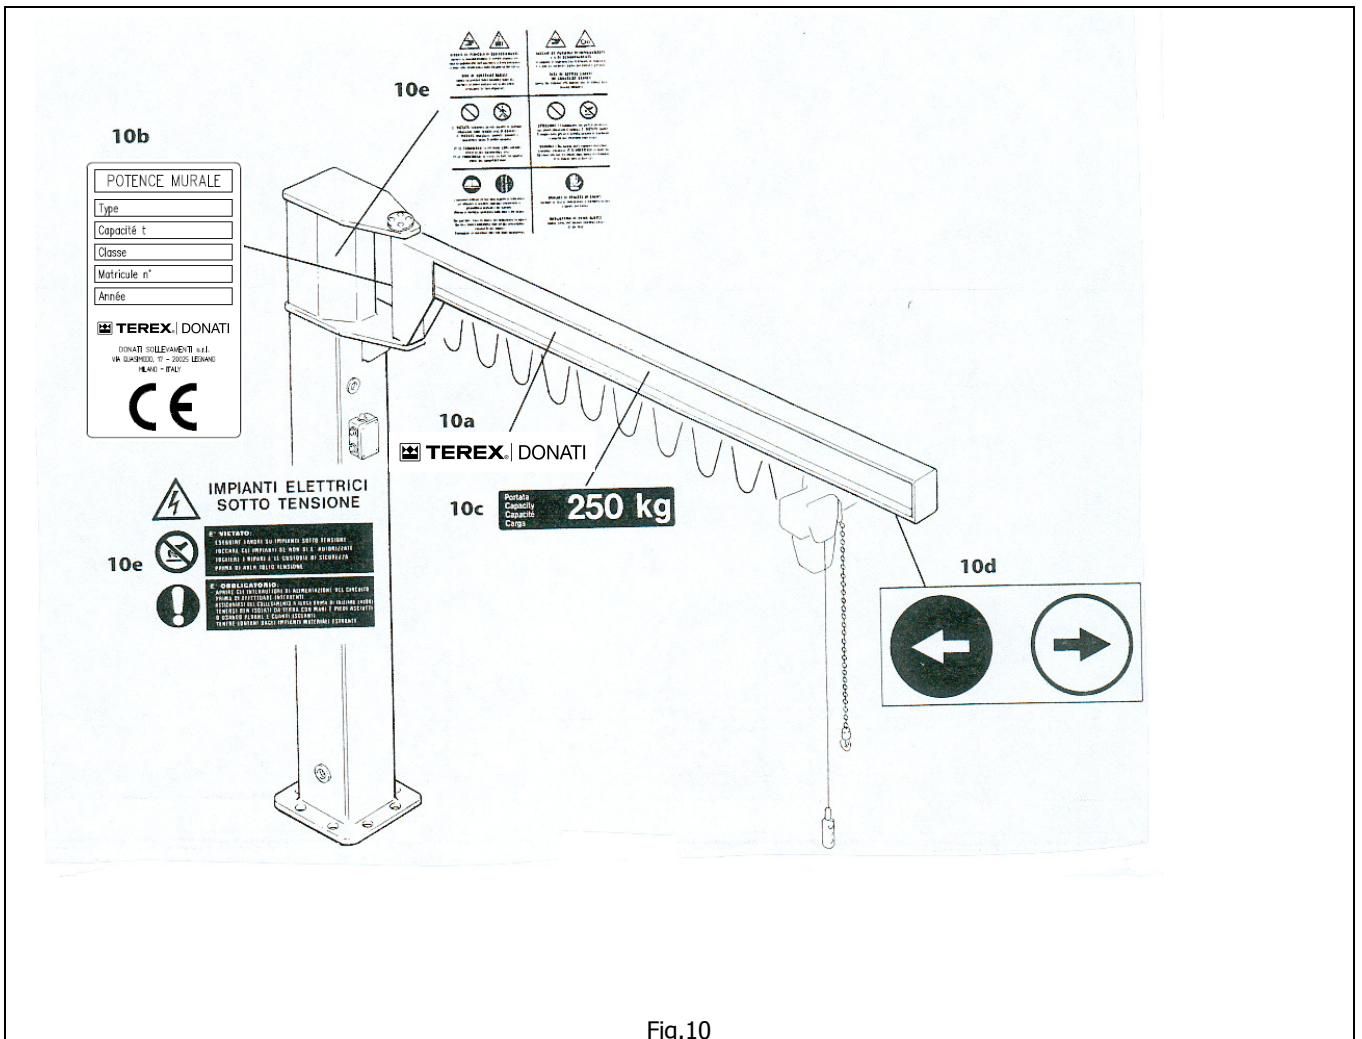

Fig.10
Les potences à rotation manuelle sur fut GBA ou murale GBP sont équipées avec les dispositifs d'avertissement suivant (fig.10):
- plaque d'avertissement sur les risques résiduels (fig.10 e)